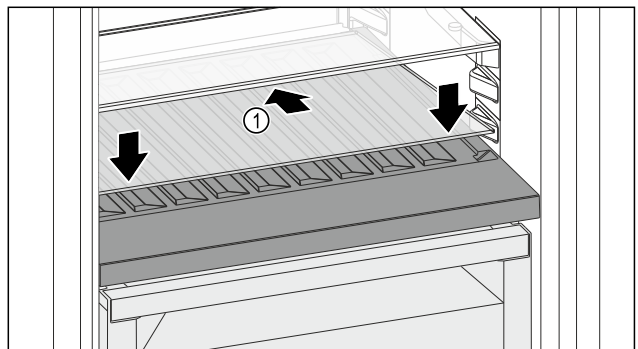

Fig. 151
- Placer la plaque de verre *Fig. 151 (1)* en biais et inclinée vers le bas.
- Abaisser l'avant de la plaque de verre *Fig. 151 (1)*.